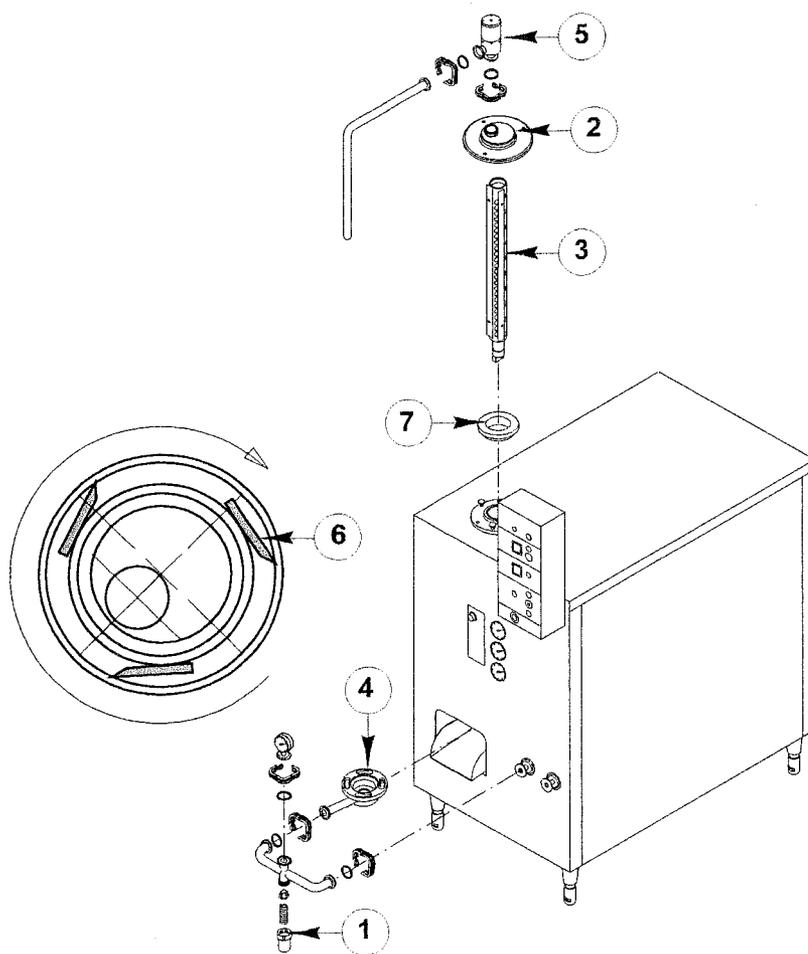

Fig. 6.6
- g. Aprire la valvola di sicurezza (1) per evacuare l'acqua contenuta (Fig. 6.6).
- h. Smontare il coperchio (2) svitando i pomelli di fissaggio.
- i. Scollegare i tubi e la valvola (5) sopra il coperchio.
- l. Estrarre l'albero sbattitore (3) usando l'attrezzo fornito e smontare le lame (6). Indossare guanti robusti antiscivolo per non ferirsi con le lame.
- m. Smontare la culatta inferiore del cilindro (4).
- p. Rimontare le parti smontate esattamente nella stessa posizione che avevano in precedenza. Particolare attenzione deve essere posta al posizionamento delle lame (6) (la parte af-